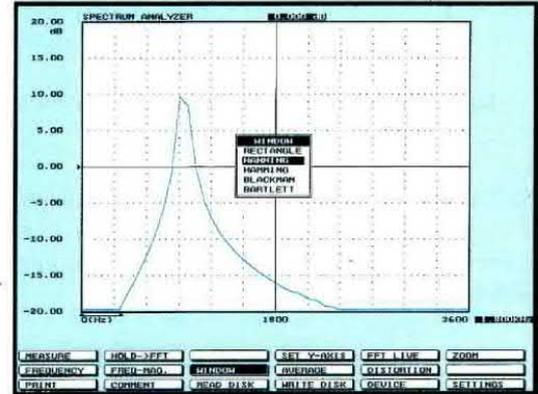

Fig.16 Premendo Enter sulla casella **Window** posizionate il cursore sulla riga **Hanning** poi premete Enter, ritornate alla casella **Measure** e ripremete Enter.
- Portate il cursore nella casella **WINDOW** (vedi fig.16), poi premete Enter e nella finestra che apparirà portate il cursore nella riga in cui appare la scritta **HANNING** e poi premete Enter. In tal modo il computer **rieguirà** tutti i calcoli cercando di ridurre al **minimo** gli errori del campionamento.